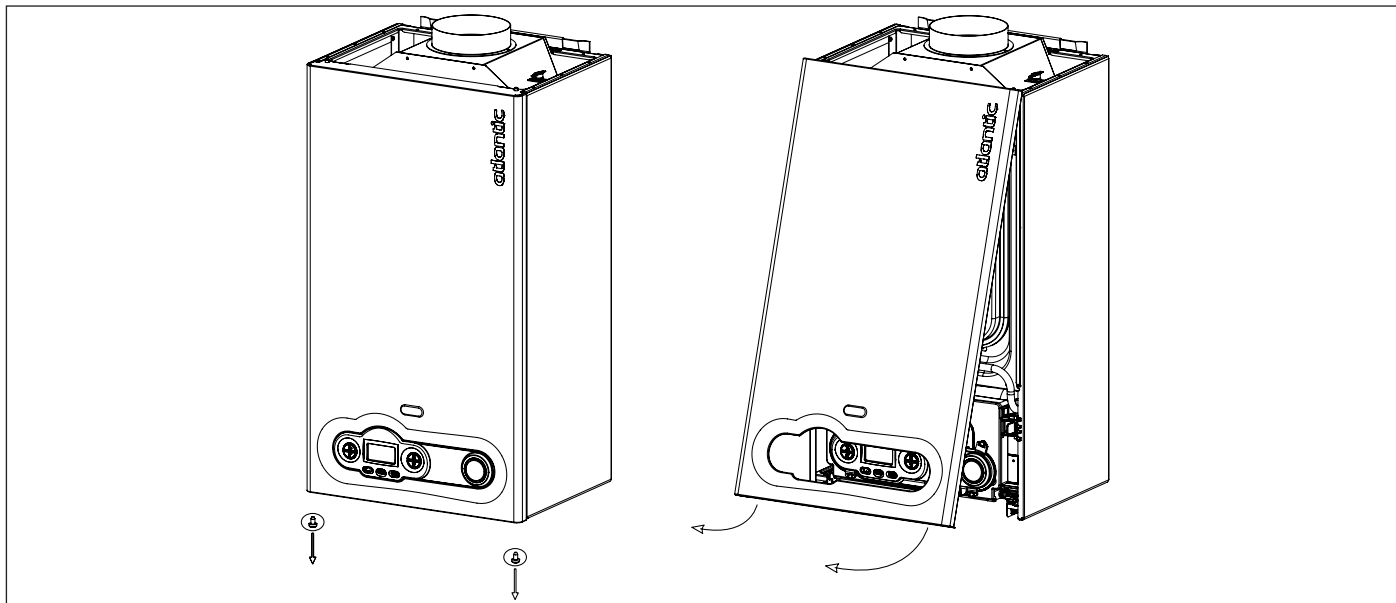

Fig. 17 Ouverture corps frontal
- Enlever le panneau frontal extérieur de la chaudière (voir Fig. 17 Ouverture corps frontal).